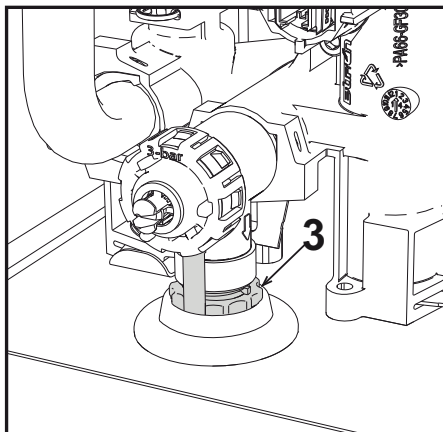

fig. 17
Para drenar o sistema, rode a porca do anel (ref. 3 - fig. 17) no sentido contrário ao dos ponteiros do relógio para abrir a torneira. Não utilize nenhuma ferramenta; use apenas as mãos.